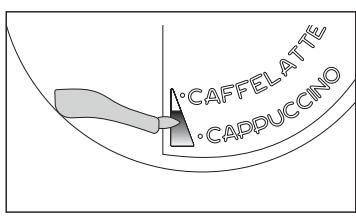

Fig. 41
- Poziționați regulatorul pentru spuma de lapte (C1) între cuvintele CAPPUCINO și CAFFELATTE imprimate pe capacul recipientului de lapte. Cantitatea de spumă poate fi reglată prin deplasarea regulatorului către cuvântul CAFFELATTE pentru o spumă mai densă. Deplasându-l spre cuvântul CAPPUCINO se obține o spumă mai puțin densă (Fig. 41).